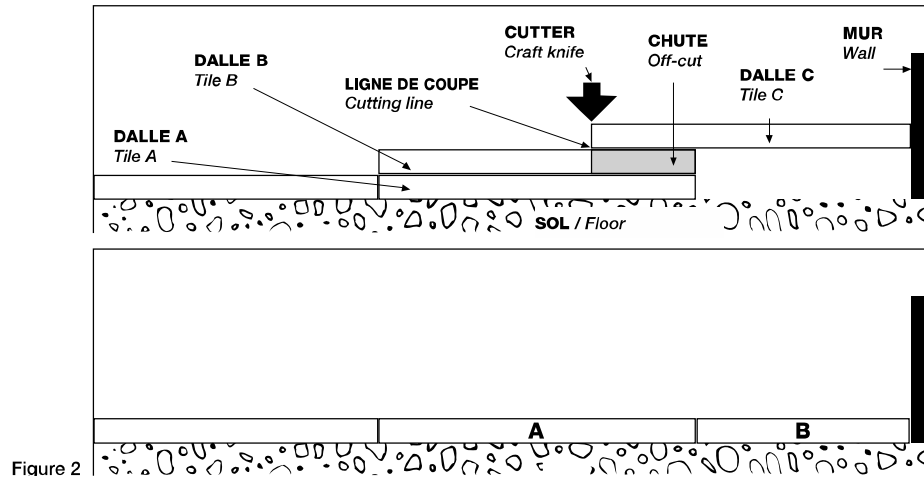

Figure 2
- La coupe des dalles (Voir Figure 2) :